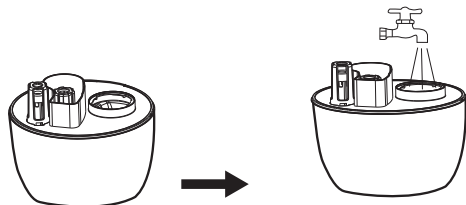

Рис. 3
2. Откройте крышку резервуара для воды против часовой стрелки [ рис. 3] и залейте воду в емкость. Температура воды не должна превышать 40 °С.